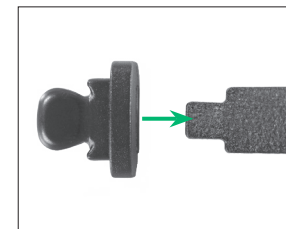

FIGURE 1
- Coloque una punta de plástico en cada una de las palas y luego pase la pala a través de la abertura en la parte delantera de la culata. Una vez hecho esto, fije la punta de plástico restante en el otro extremo de la pala, presionando firmemente para asegurarse de que ambas puntas estén firmemente asentadas. (Fig. 1). Dé golpecitos sobre una superficie sólida para asentarla completamente en la pala.